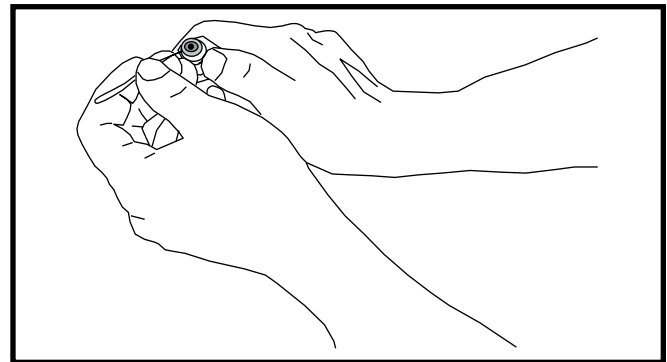

Figure 3. Démontage de l'orifice
2. Insérez un crochet en fil métallique léger entre le corps de soupape et l'orifice calibré en prenant soin de ne pas égratigner ces pièces. Retirez délicatement l'orifice calibré du corps de la soupape. Consultez la Figure 3 \(page 4\).